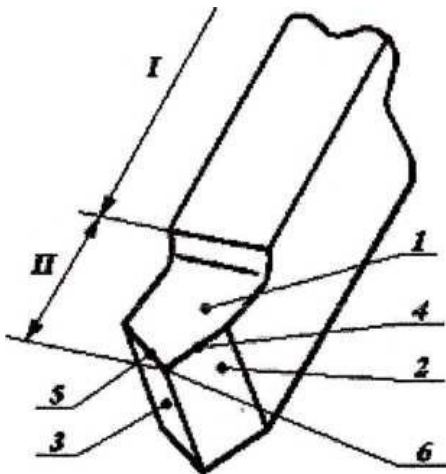
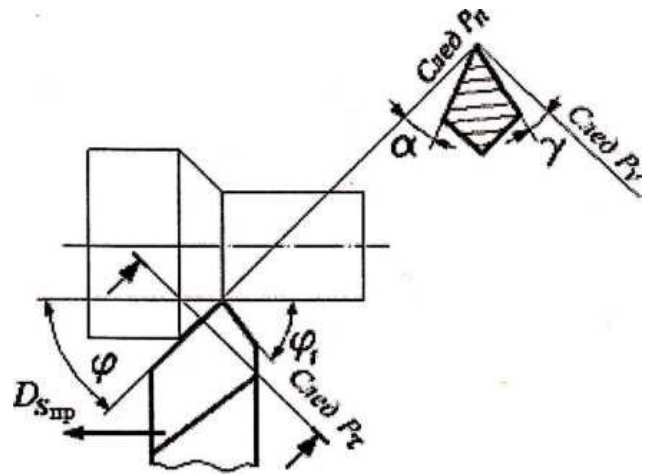

Рис. 1.1
Рис. 1.2
**Задача 3.** Указать основные части токарного проходного прямого резца (рис. 1.1), элементы и геометрические параметры (рис. 1.2) его режущей части